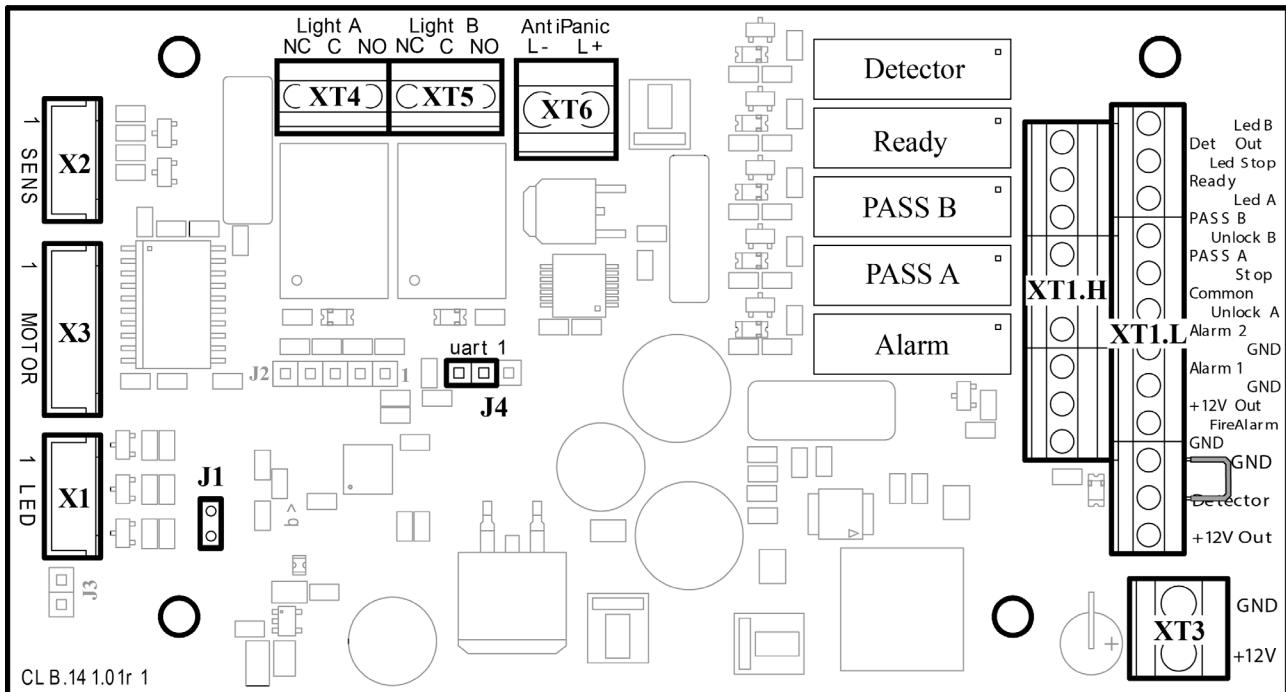

Рисунок 4. Внешний вид платы управления
Общий вид платы управления показан на рис. 4. На плате расположены:
Подключение указанных устройств производится в соответствии со схемой электрических соединений (см. рис. 4 и 11) к выносной клеммной колодке **XS1**, на которую выведены контакты с клеммных колодок **XT1.L** и **XT1.H** платы управления. Подключение осуществляется с помощью кабеля (14).
Факт срабатывания/отпускания реле PASS A, PASS B, Ready, Detector и Alarm можно определить по загоранию/ гашению красных индикаторов, которые установлены вблизи указанных реле (см. рис. 4).